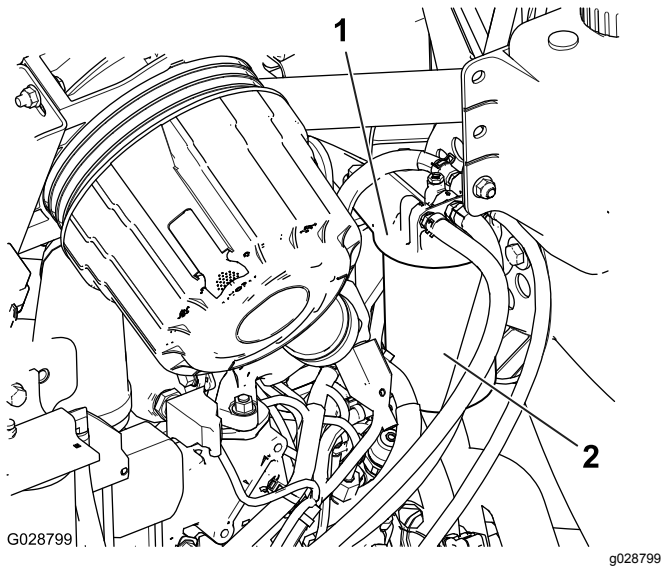

Figura 45
1. Limpe a zona em torno da cabeça do filtro de combustível (Figura 45).
2. Retire o filtro e limpe a superfície de montagem da cabeça do filtro (Figura 45).